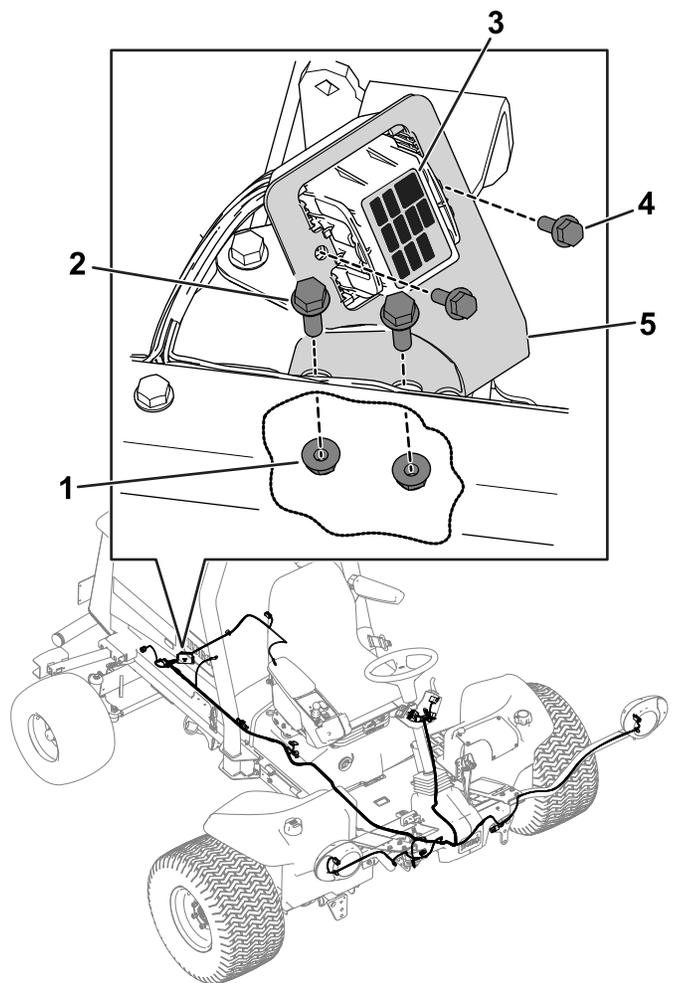

Figura 15
2. Utilizzate 2 bulloni flangiati (5/16" x 1") e 2 dadi flangiati (5/16") per fissare il supporto del portafusibili al telaio di supporto del motore sul lato destro della macchina (Figura 15).
3. Utilizzate 2 bulloni flangiati (M6) per fissare il portafusibili sulla staffa del portafusibili (Figura 15).
4. Applicare l'adesivo dei fusibili sul coperchio del portafusibili (Figura 15).